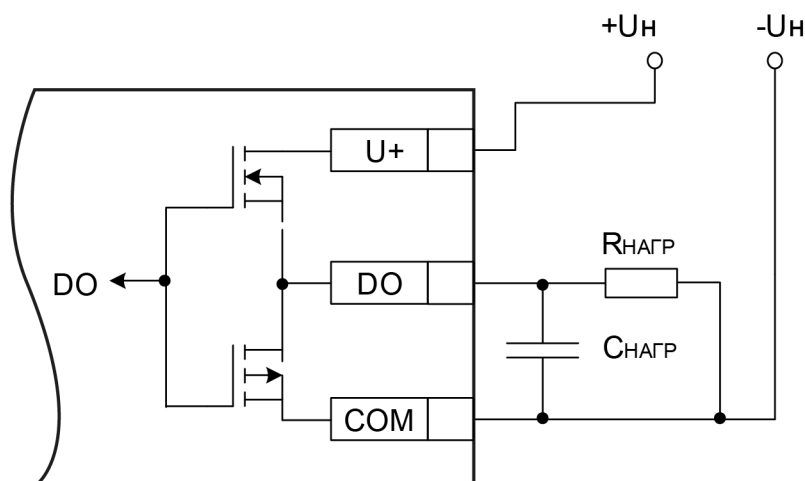

Рисунок 5.13 – Схема подключения нагрузки в режиме включения «верхний и нижний ключи»
- верхний и нижний ключи (рисунок 5.13) — для коммутации нагрузки с большей емкостью и меньшим током.